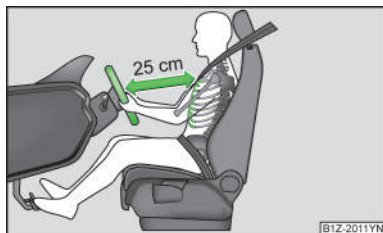

图1
- ▶ 调整方向盘：方向盘和胸部之间距离不小于25厘米»图1。
- 驾驶员必须与方向盘之间保持至少25cm的距离»图1。如果您未与之保持上述最小距离，则安全气囊系统无法对您进行有效保护，可能有生命危险！